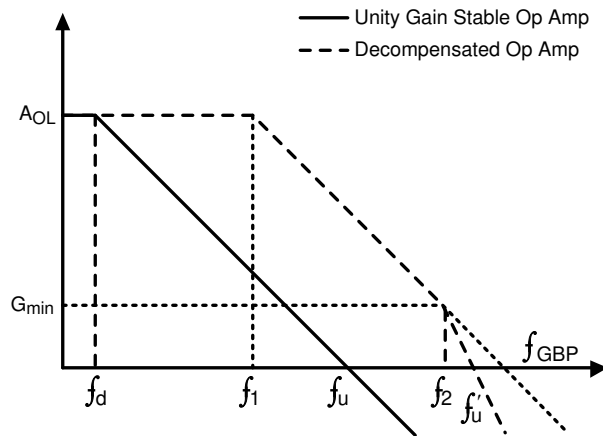

図 6-3. ユニティゲイン安定オペアンプと非補償型オペアンプのゲインと周波数の特性との関係
図 6-3 に示すように、ユニティゲイン安定アンプの支配的な極 f_d は、非補償型オペアンプの場合、周波数 f_1 に移動します。実線の A_{OL} プロットは、従来のユニティゲイン安定オペアンプの開ループゲインプロットです。TLV904xD などの非補償型アンプの内部補償の変化により、同じ電力量の帯域幅が増加します。上記のパラメータにおける利点に加えて、対応するユニティゲインと比較して利用可能なループゲインが高いため、スルーレートが高くなり、歪み値が小さくなることもあります。考慮すべき最も重要な要素は、オペアンプが G_{min} を上回るノイズゲイン (NG) になることを確認することです。 G_{min} より小さい NG の値は、 $1/f_s$ 曲線が 40dB/decade の A_{OL} 曲線と交差するため、図 6-3 に示すように不安定になります。この安定性解析手法を、閉鎖速度法と呼ばれます。TI プレジジョンラボを参照して、デバイスの安定性をよりよく理解し、安定性を確保するさまざまな手法をご確認ください。